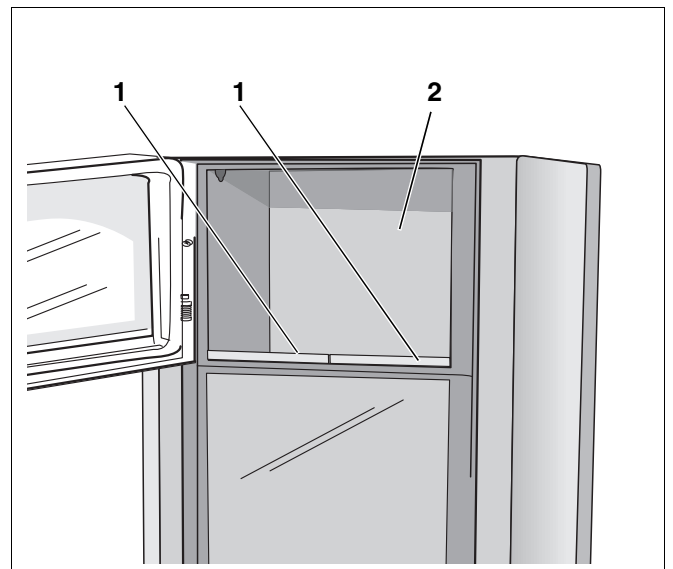

Abb. 47 Naturstein-Serpentino-Warmhaltefachsteine/Warmhaltefach (blueline 5)
- Die beiden Naturstein-Serpentino-Warmhaltefachsteine (Abb. 47, **Pos. 1**) mit der glatten Seite nach oben in das Warmhaltefach (Abb. 47, **Pos. 2**) einlegen.